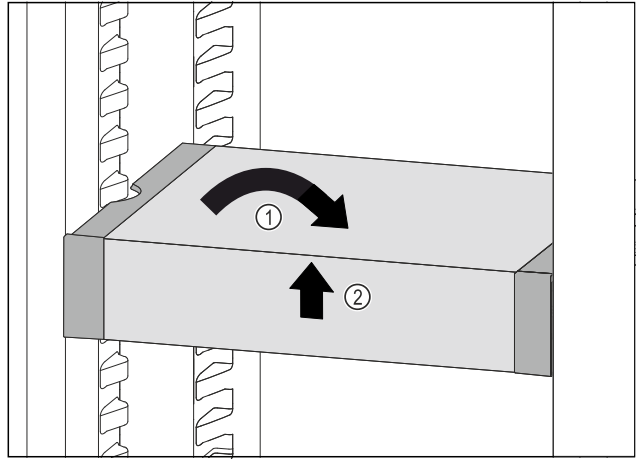

Fig. 143
- VarioSafe çekmecesini düz konumlandırın. Fig. 143 (1)
- VarioSafe çekmecesini ön taraftan kaldırın. Fig. 143 (2)